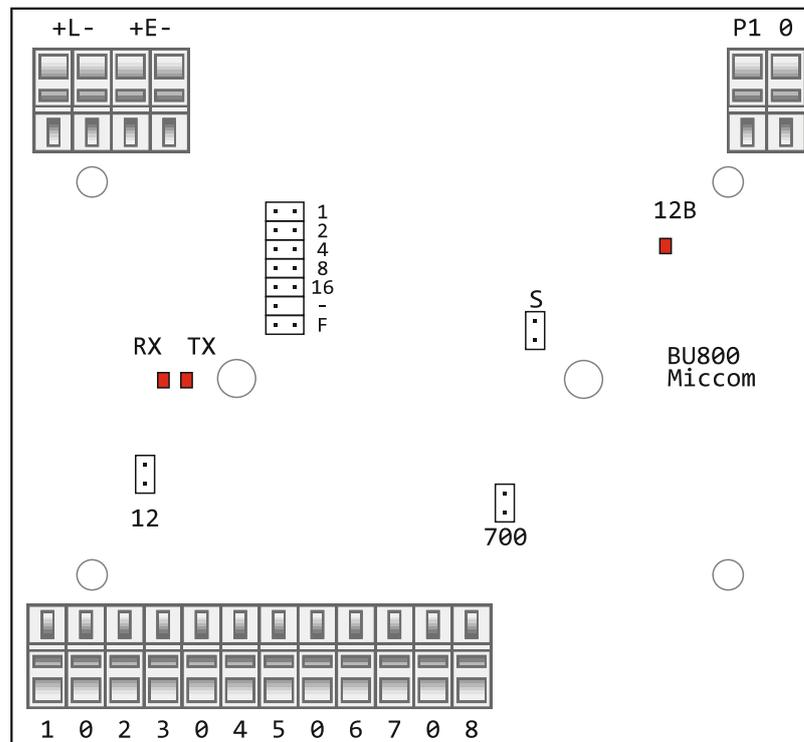

Рис. 3.1.
3.1. Расположение выводов БУ800 представлено на рис.3.1.